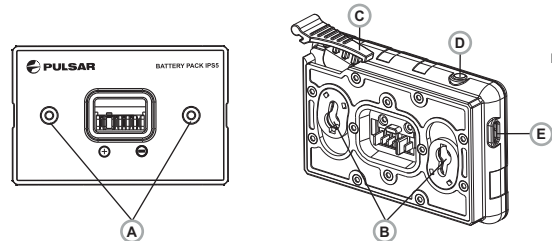

Fig. 3
- Instale el paquete de pilas en el cargador insertando las clavijas **(A)** de la pila en las ranuras **(B)** del cargador. El logotipo de Pulsar de la batería debería estar situado junto a la palanca. Encaje la palanca con un clic **(C)** (Fig. 3)